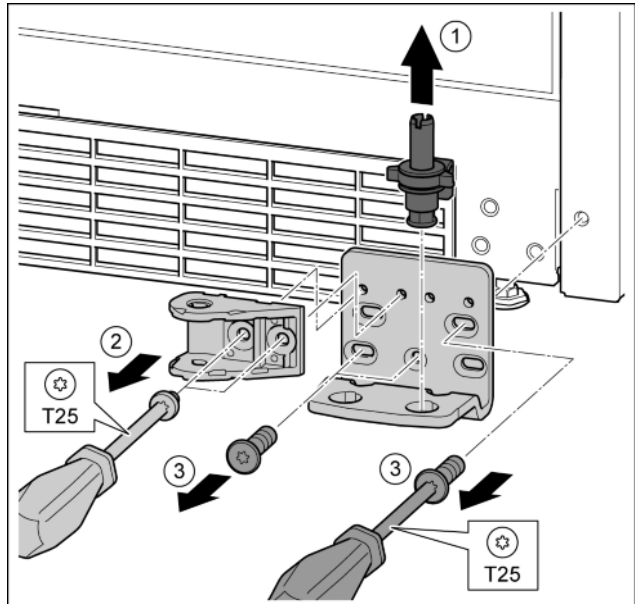

Fig. 29
- ▶ Lagerbouten compleet vanaf de bovenkant eruit trekken. Fig. 29 (1)
- ▶ Schroeven met schroevendraaier T25 eruit draaien en deuropenhing eraf halen. Fig. 29 (2)
- ▶ Schroeven met schroevendraaier T25 eruit draaien en lagerbus eraf halen. Fig. 29 (3)